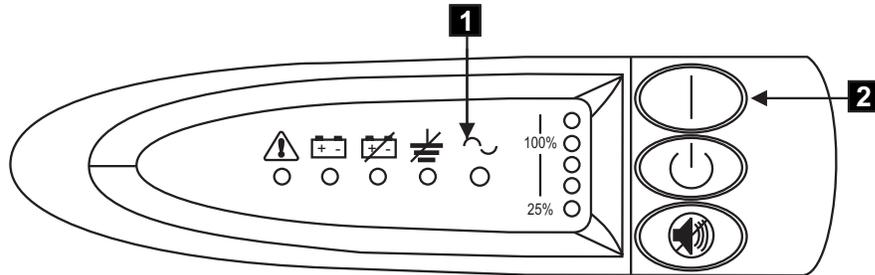

図 263. 2145 UPS の電源スイッチおよびインディケーター
10. すべてのフロント・パネル・インディケーター (300 ページの図 263 を参照) は、2145 UPS が自己診断テストを実行する間、しばらく明滅します。テストが完了すると、モード・インディケーターが明滅して、2145 UPS が待機モードに入ったことを示します。